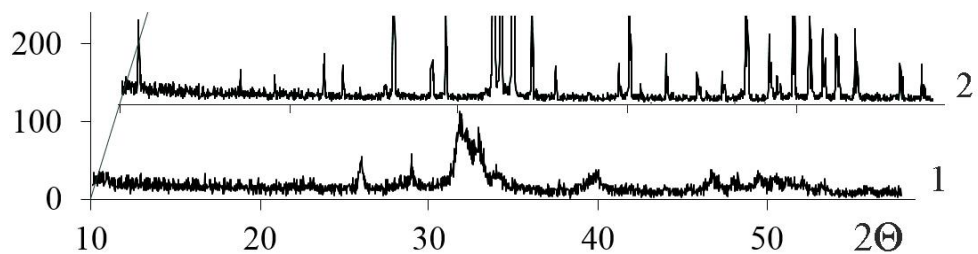

Рис. 5 Рентгеновские дифрактограммы образцов керамики гидроксиапатита
5. По представленным на рис. 5 рентгеновским дифрактограммам ($\lambda_{K1}=0,154$ нм) образцов № 1 и 2 керамики гидроксиапатита (структурная формула $Ca_{10}(PO_4)_6(OH)_2$) сделайте обоснованный вывод, какой из образцов исходный и какую степень дисперсности имеет в нем кристаллическая фаза, а какой был подвергнут длительному термическому отжигу при температуре, превышающей 0,4 от температуры плавления.